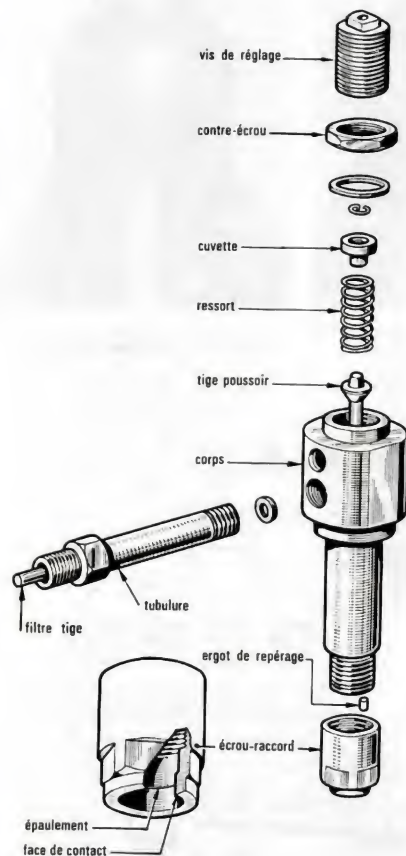

Fig. 1.
Examen du porte-injecteur (fig. 1)
- b) Avant d'exécuter le travail, extraire le ou les ergots de repérage s'ils existent (fig. 1).
(1) Le porte-injecteur et l'injecteur doivent être assemblés après avoir trempé de nouveau les faces de contact dans du gas-oil propre.
(2) Pour d'autres types d'injecteurs, la vis de réglage et le contre-écrou viennent se fixer sur le bouchon à vis (fig. 1).
(3) Couple de serrage moyen = 60 à 80 m.N.
(4) 1 bar = 1 daN/cm².